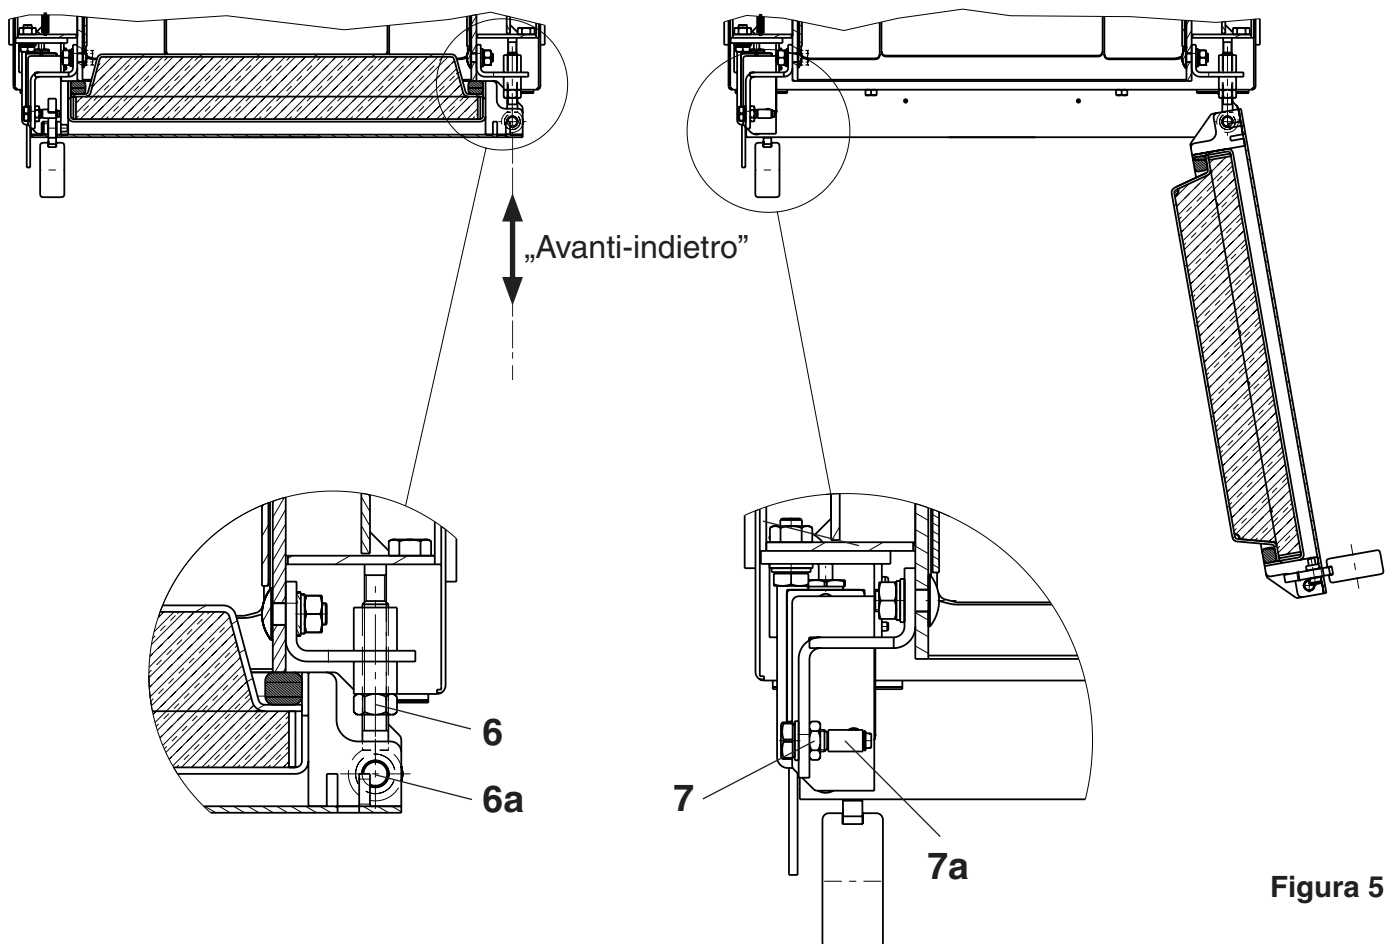

Figura 5
08. In direzione „Avanti-indietro” (figura 5):
5. Montare sul fronte della caldaia, con allineamento orizzontale, le staffe di supporto anteriori (Figura 5) , con viti esagonali M8 e rosette a U.
- osservare la misura della distanza delle staffe di supporto (Figura 5) e distribuire uniformemente sul fronte della caldaia.
6. Montare, con allineamento orizzontale, le staffe di supporto posteriori (6) con viti esagonali M8 e rosette a U.